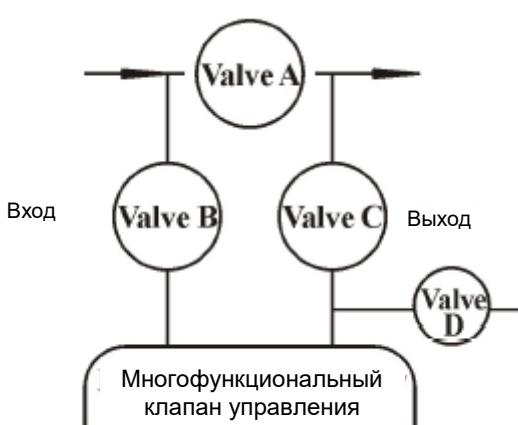

Рисунок 1
- Текущее значение потока (без единиц измерения, см. рисунок 1В), например, 1,5 м3 / час.
- Текущее время (см. рисунок 1С), например, 08:00.
- Время начала восстановления (см. рисунок 1Д, значок часов не высвечивается, эта позиция отсутствует на A-02/04), например, 02:00.